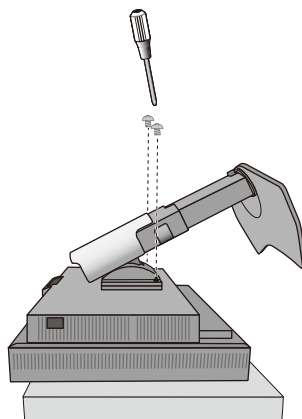

図 S.2
- 7 スタンドを取り付けている下側のネジ 2 本を取り外します。(図 S.2)